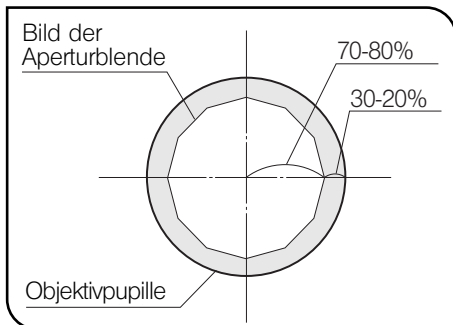
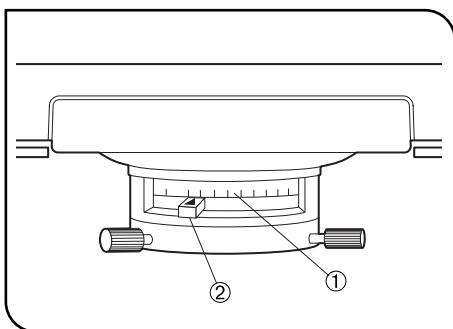

Abb. 17
Abb. 18
(Abb. 17 & 18)
- Die Aperturblende legt die numerische Apertur (N. A.) des Beleuchtungssystems fest. Die Abstimmung der numerischen Apertur ① des Beleuchtungssystems mit derjenigen des Objektivs bewirkt höhere Bildauflösung, stärkeren Kontrast und bessere Schärfentiefe.
- Da der Kontrast mikroskopischer Objekte normalerweise gering ist, wird im Allgemeinen empfohlen, die Aperturblende des Kondensors auf 70% bis 80% der numerischen Apertur des verwendeten Objektivs einzustellen. Gegebenenfalls das Verhältnis korrigieren, indem die Okulare entfernt und der Aperturblendenhebel ② mit Blick durch die Okularstutzen verstellt wird, bis das in Abb. 17 gezeigte Bild zu sehen ist. (Abb. 18)
- ⊙ Den Aperturblendenhebel ② mit dem Wert für die numerische Apertur ① auf der Skala ausrichten. Der Skalenwert sollte dem auf dem Objektiv angegebenen Wert für die numerische Apertur entsprechen. Da der Aperturblendenhebel etwas breiter ist, den auf dem Hebel eingravierten Mittelstrich mit der Skalenanzeige ausrichten. Bei Verwendung eines 100X-Objektivs den Aperturblendenhebel ② bis zum Wert 0,9 auf der Skala drehen. (Abb. 18)